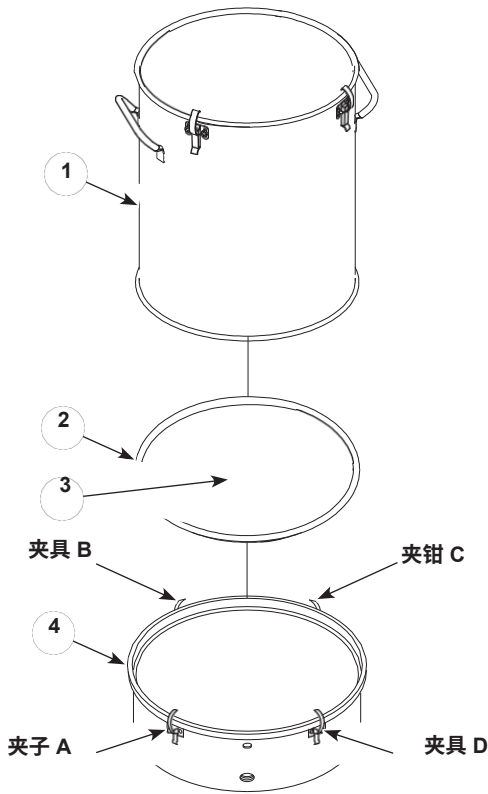

图 1 NHR-8-X 料斗体安装
- 见图 1。
- 1. 在流化鼓 (4) 上组装本体 (1) 时，确保本体中心。位于垫圈 (2) 的确认沿露出的机体。边缘垫圈数量相等如果外露的密封垫分布，请不均重新定位机体。
- 2. 将夹紧将夹子 A 和 C 一起，。主体 (1) 固定到位然后，重复夹子 B 和 D 的操作。